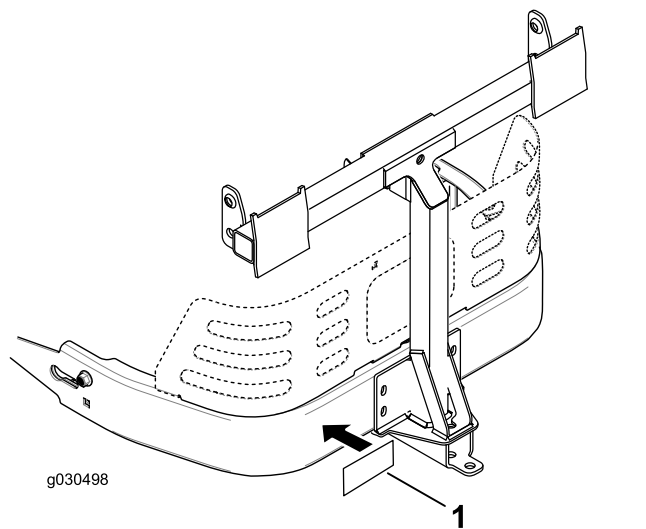

Figure 17
3. Apposez l'autocollant de la barre d'attelage à 1,3 cm à gauche du support de fixation de l'accessoire (Figure 17).